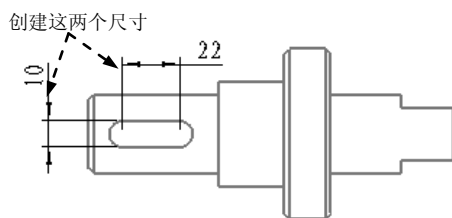

图 5.2.90 显示尺寸 (五)
Step10. 不退出 **ATTACH TYPE (依附类型)** 菜单, 在俯视图中创建图 5.2.90 所示的尺寸。